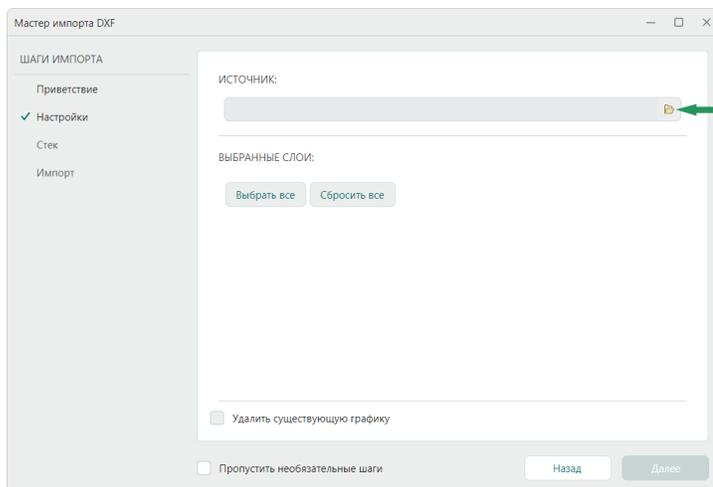

Рис. 79 Выбор файла для импорта .dxf
3. Выберите файл для импорта с помощью кнопки  в поле «Источник», см. Рис. 79.